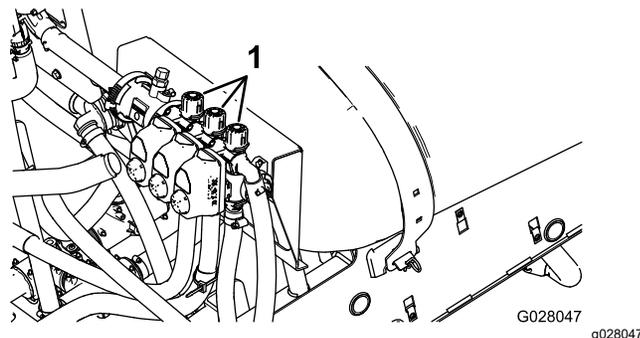

Figura 22
2. Desactive la sección izquierda y ajuste el mando de desvío de sección (Figura 22) hasta que la
4. Ajuste el mando de desvío de la sección derecha (Figura 22) hasta que la lectura de presión coincida con el nivel ajustado antes (normalmente 2,75 bar)
6. Ajuste el mando de desvío de la sección central (Figura 22) hasta que la lectura de presión coincida con el nivel ajustado antes (normalmente 2,75 bar).